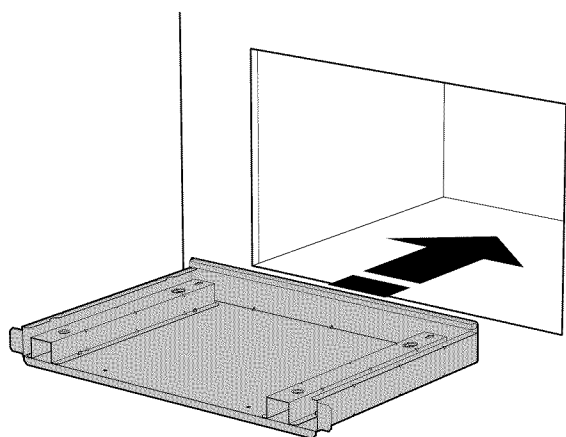

Ilustración 2
1. Coloque el ducto inferior en la abertura y céntralo. Cuando el conjunto de ducto inferior esté colocado correctamente en la abertura, las bridas quedarán firmes contra el borde inferior de la abertura. Vea la ilustración 2.